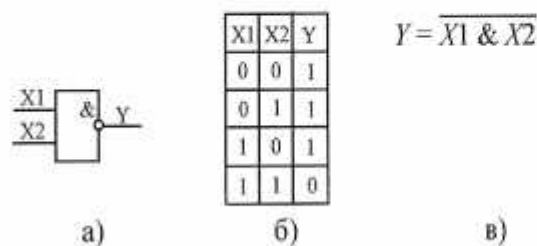

Рис. 1.6. Логический элемент И-НЕ: а) УГО; б) таблица истинности; в) аналитическое представление функции
4. *Логический элемент И-НЕ (Штрих Шеффера)*. На выходе элемента появляется логический 0, если все входы находятся в состоянии логической 1. Любая другая комбинация входов вызывает появление на выходе логической 1 (рис. 1.6).